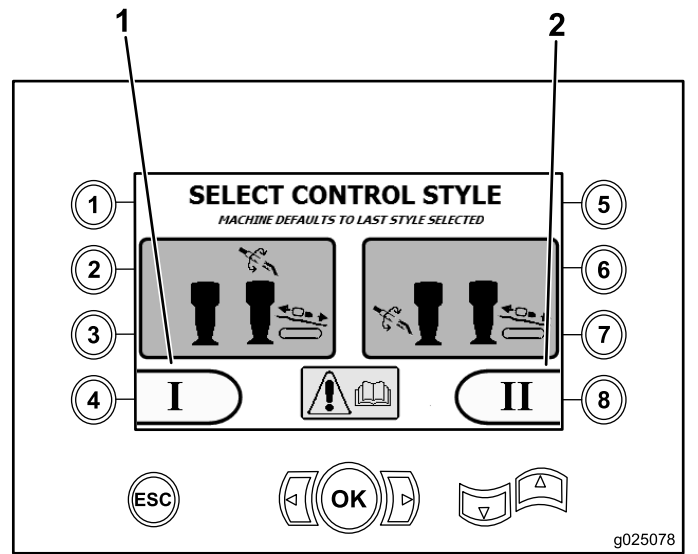

Figura 9
- Modo I – coloca las funciones de perforación en el joystick derecho, mientras que el joystick izquierdo dirige el cargador de tubos y las mordazas (Figura 9).
Pulse el botón 4 para seleccionar este modo (Figura 9).
- Modo II – divide las funciones de perforación, mordaza y cargador de tubos entre los joysticks derecho e izquierdo (Figura 9). Los controles de empuje estarán en el joystick DERECHO, y los controles de rotación estarán en el joystick IZQUIERDO.
Pulse el botón 8 para seleccionar este modo (Figura 9).